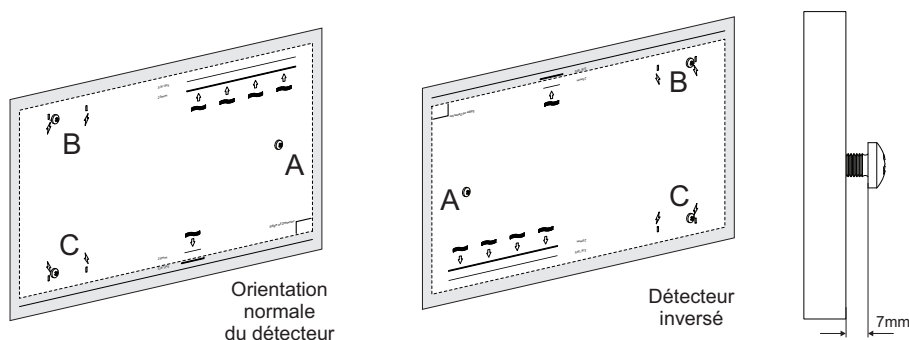

Figure 4-19: Insérer les vis de montage
- Insérez les vis à tête ronde M4 dans les positions A et B, de façon à ce que la tête de vis ressorte de la paroi de 7 mm (Figure 4-19). Forez un avant-trou dans la position C pour l'insertion ultérieure d'une vis à l'étape 12.